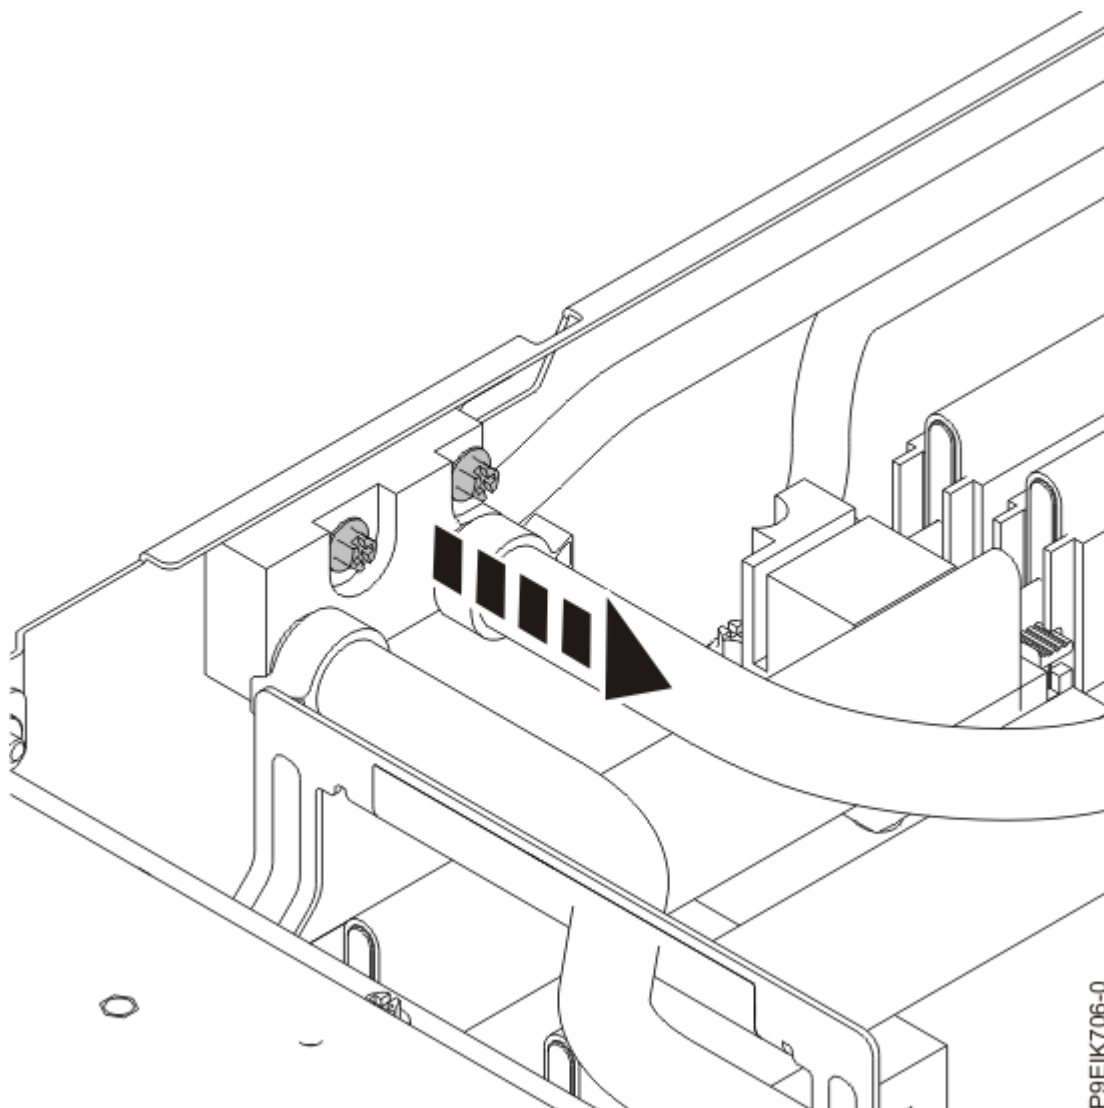

Figura 7. Extracción de los tornillos de la pieza de sujeción lateral de conductos de agua
4. Extracción de los dos tornillos que fijan los conductos al lado izquierdo del chasis, tal como se muestra en la Figura 7 en la página 11.